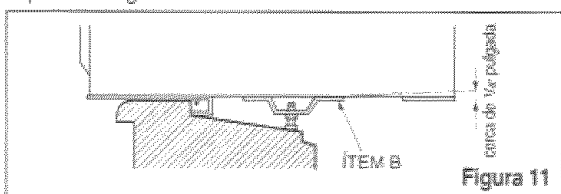

Figura 11
- 10** El gabinete debe instalarse con una inclinación muy ligera (cerca de 1/4 pulgada, 6.35 mm) hacia abajo y hacia fuera (Figura 11). Ajuste el perno y la tuerca del soporte de antepecho para equilibrar el gabinete.